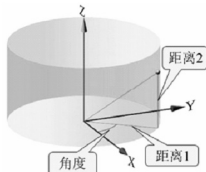

图 10-5 柱面坐标
(2) 柱面坐标：由该点与原点的连线在 XY 平面上的投影长度、该投影与 X 轴的夹角及该点沿 Z 轴的距离来确定，如图 10-5 所示，其输入格式：“(@)距离 1<角度, 距离 2”。也即，柱坐标相对于原先的极坐标加上了 Z 坐标。